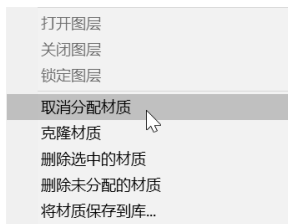

图 8-33 取消分配材质
3) 在全局浏览器中选中“vase”对象，单击鼠标右键，在弹出的快捷菜单中选择“取消分配材质”选项，如图 8-33 所示。